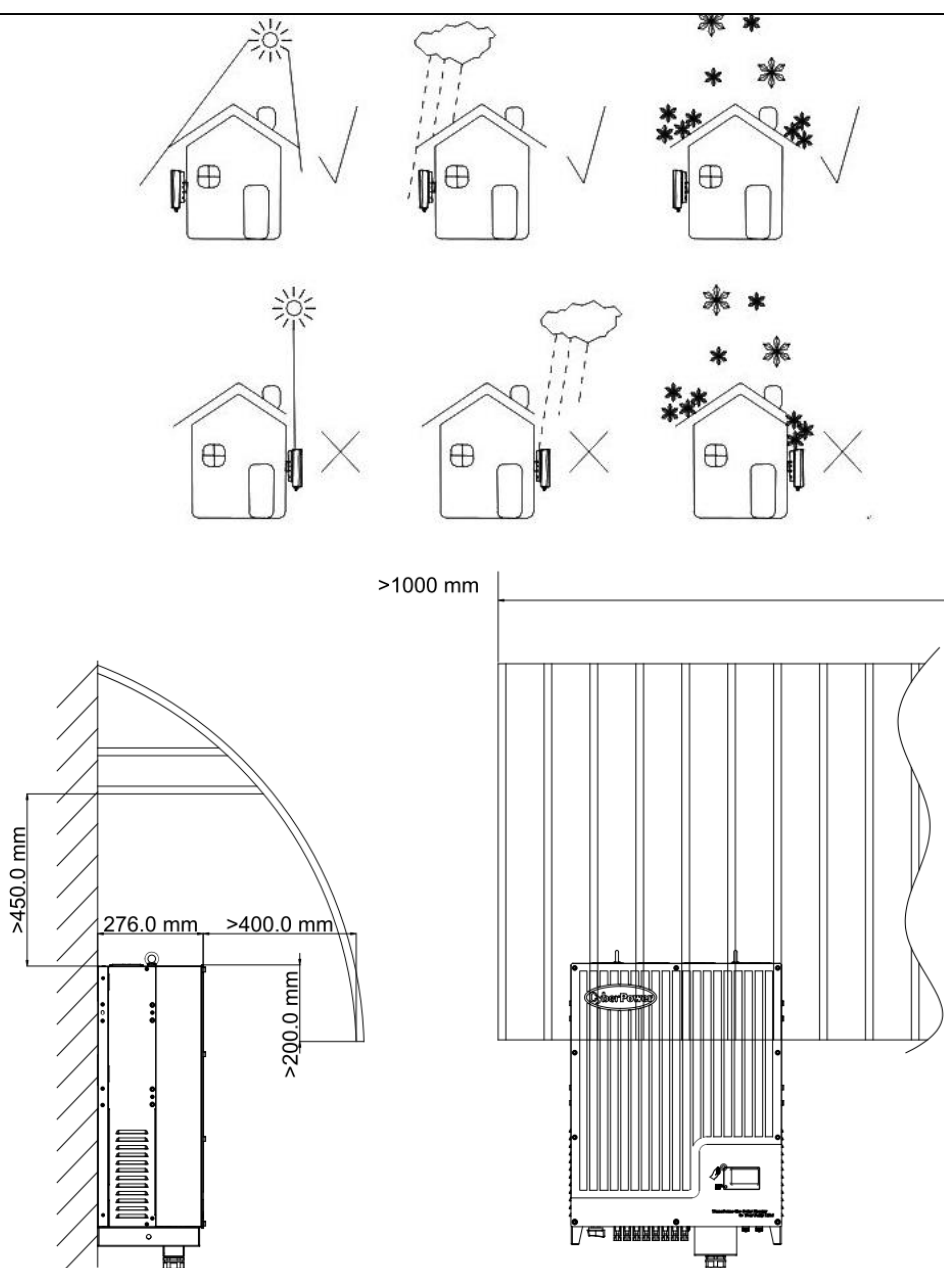

Fig. 5.8
- Il est recommandé d'installer un auvent pour prolonger la durée de vie de l'onduleur photovoltaïque et réduire la diminution de sa puissance (voir la Figure 5.8 pour les dimensions de l'auvent).